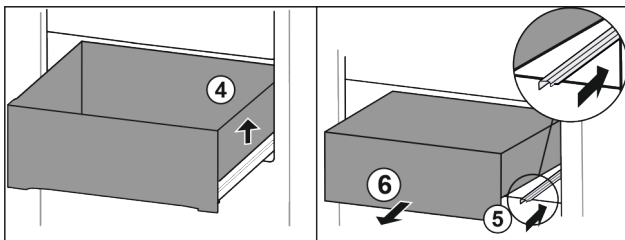

Fig. 14*
- ▶ Schubfach rechts anheben Fig. 14 (4).*
- ▶ Rechte Schiene einschieben Fig. 14 (5).*
- ▶ Schubfach nach vorne entnehmen Fig. 14 (6).*